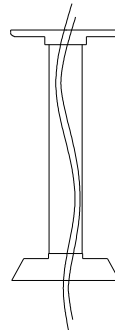

Abbildung 30
- 4) Befestigen Sie die Abdeckung oben an der Halterung (Abbildung 30)